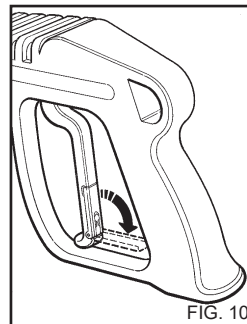

FIG. 10
- Når rengjøringsmaskinen ikke er i bruk må sikkerhetsanordningen på håndtaket lukkes. (fig. 10)